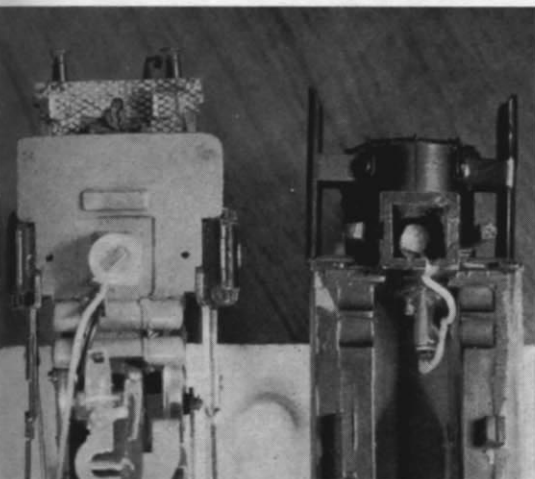

Abb. 2. Links das Fahrgestell der BR 23 mit der neuen Riffelblech-Pufferbohle, rechts ein Blick in das Lokgehäuse mit den „Innereien“.
4. Bohrung: Raucheinsatz einsetzen, Abstand messen von Unterkante des Schachtes (Rauchkammerstütze) bis Einsatz. Hier Loch für Lichtleitkabel bohren (Abb. 2).